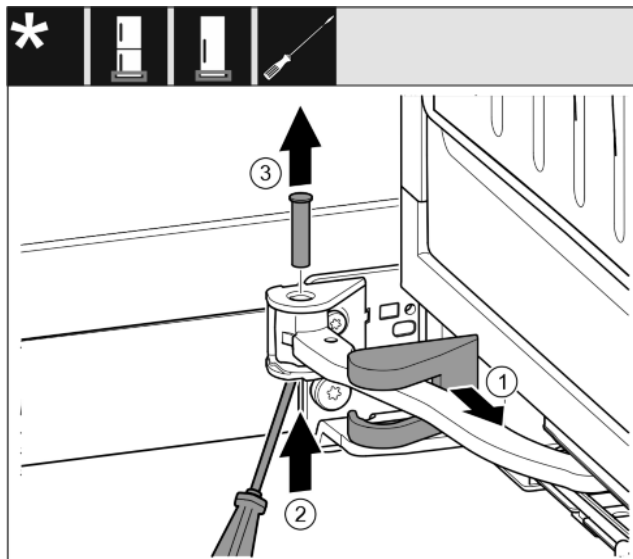

Fig. 12
- Lagerbockabdeckung abziehen und entlang des Gelenks verschieben. Fig. 12 (1)
- Bolzen mit Finger oder Schraubendreher von unten anheben. Fig. 12 (2)
- Mit Schraubendreher unter den Bolzenkopf fahren und herausziehen. Fig. 12 (3)